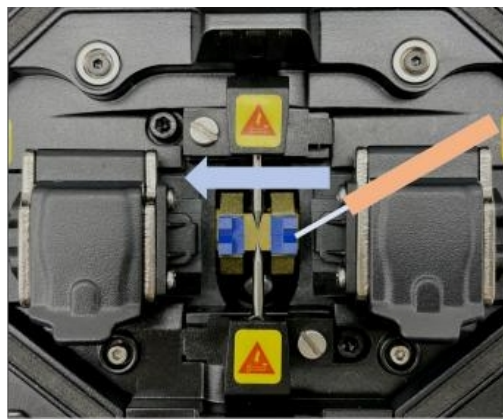

Abbildung 5.1: Verunreinigungen aus der Nut entfernen
- (1) Schneiden und bereiten Sie eine Glasfaser vor, führen Sie die blanke Faser in eine V-förmige Nut ein und entfernen Sie Verunreinigungen aus der Nut. Siehe Abbildung 5.1.